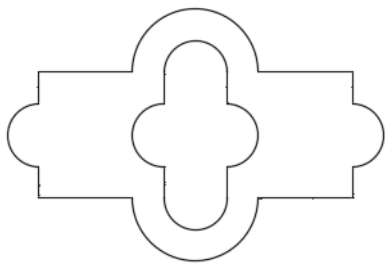

图 2-84 操作范例的素材图形
- 1) 打开位于随书光盘“CH2”文件夹中的“创建边界.dwg”图形文件，在该图形文件中已绘制有图 2-84 所示的图形。